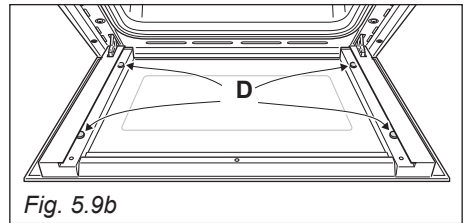

Fig. 5.9b
- Assicurarsi che la porta sia bloccata aperta (fig. 5.9b).
- Verificare che i 4 distanziatori "D" siano nella loro posizione (fig. 5.9b).